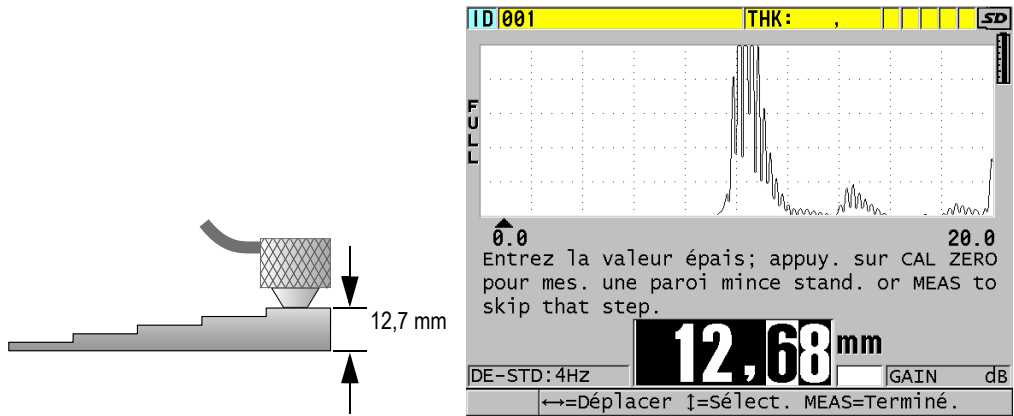

Figure 5-4 Étalonnage de la vitesse de propagation de l'onde ultrasonore dans le matériau à l'aide d'un bloc étalon à 5 gradins
1. Pour effectuer l'étalonnage de la vitesse de propagation de l'onde ultrasonore dans le matériau (voir la Figure 5-4 à la page 80) :